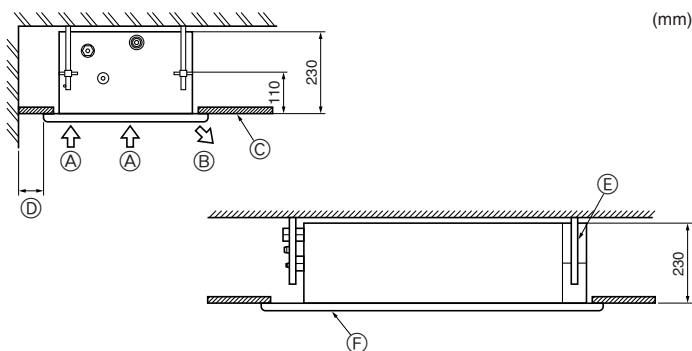

Fig. 2-2
2.2. Freiraum für Bedienung/Handhabung (Fig. 2-2)